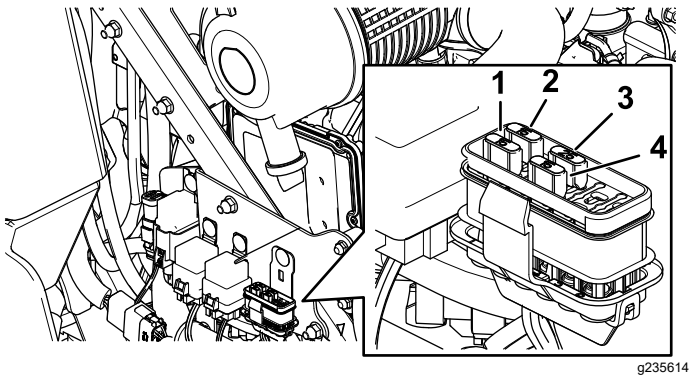

Figure 49
3. Remplacez le fusible (Figure 49).